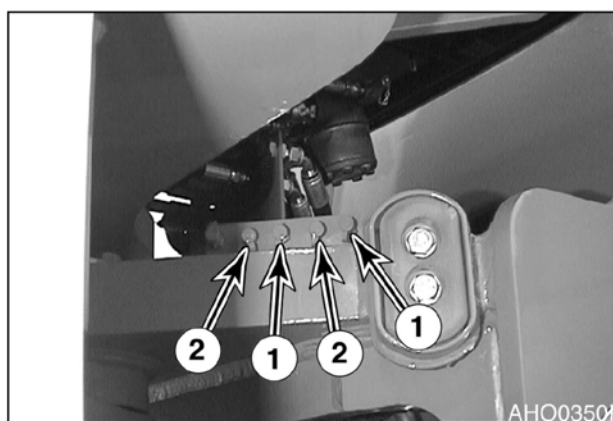

Рис. 35
- 1. УДАЛЕННЫЕ ФИТИНГИ ДЛЯ СМАЗКИ ГОЛОВОК ЦИЛИНДРА КОВША (50 ЧАСОВ) (рис. 35 и 36)